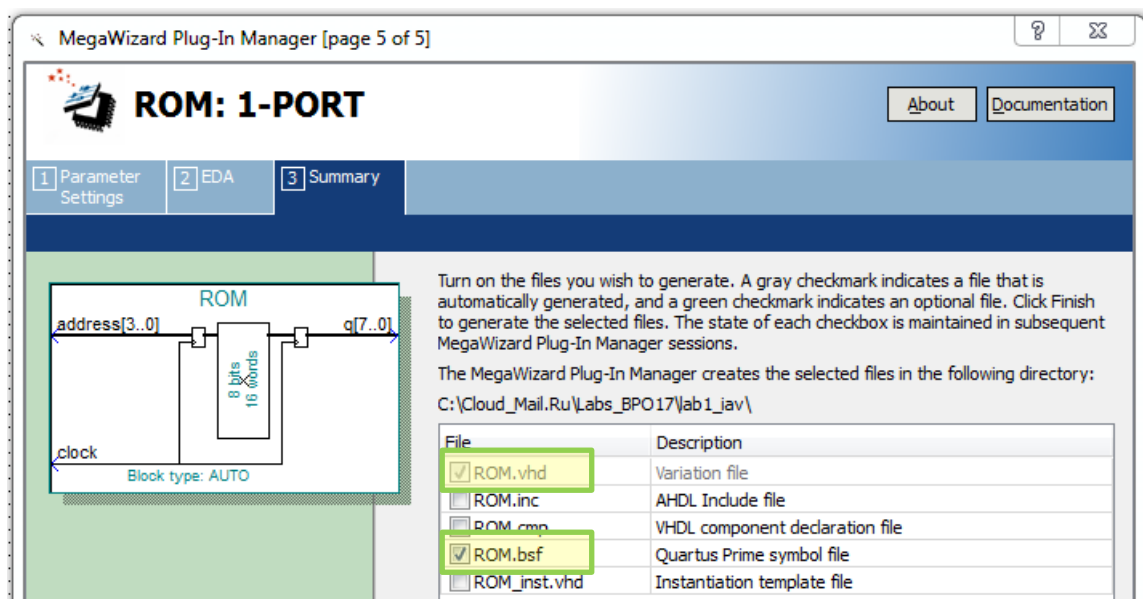

Рис. 14 Окно настройки экземпляра выбранного компонента (page 5)
- 3.7. В появившемся окне “MegaWized Plug-In Manager [page 5 of 5]” выберите создаваемые файлы, как на рис. 14. Далее «Finish». Экземпляр компонента памяти ROM создан и его содержимое связано с файлом инициализации памяти **bin_7seg.mif**. Файл **ROM.vhd** содержит информацию о текстовом описании созданного экземпляра компонента (vhd – сокращение от названия языка описания аппаратуры VHDL) на языке VHDL, может использоваться для создания текстового описания проекта. Файл **ROM.bsf** содержит информацию о графическом обозначении созданного экземпляра компонента (block symbol file), далее будет использоваться для создания схемы проекта.